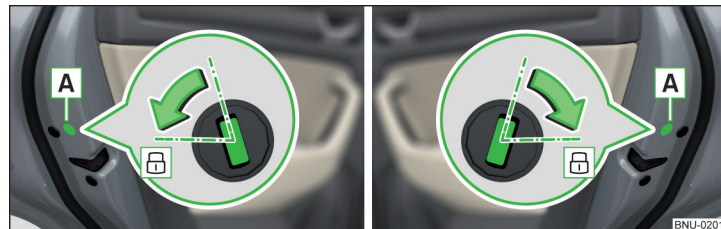

Fig. 334 Puerta izquierda / puerta derecha
- En vehículos con la visera **A**, eliminar esta visera » fig. 334.